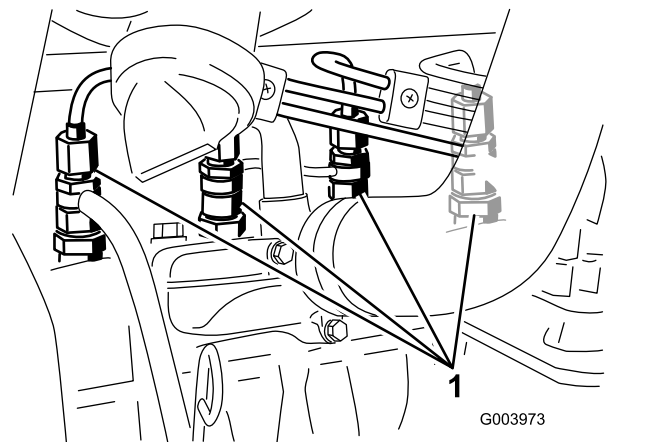

Рисунок 36
- Ослабьте соединитель, который крепит трубку к соплу №1 и держателю в сборе (Рисунок 36).